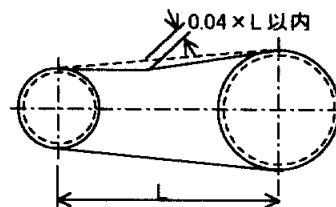

図1 チェーンたるみ量
- (1) 直結時は、ギヤードモータと相手機械の偏心量は0.05mm以下になるようにしてください。フレキシブルカップリングをご使用いただくと便利です。
- (2) チェーンのたるみ量は、スパン長の4%程度としてください。図1参照。たるみが大きすぎると始動時衝撃が過大となり、ギヤードモータを損傷することがあります。